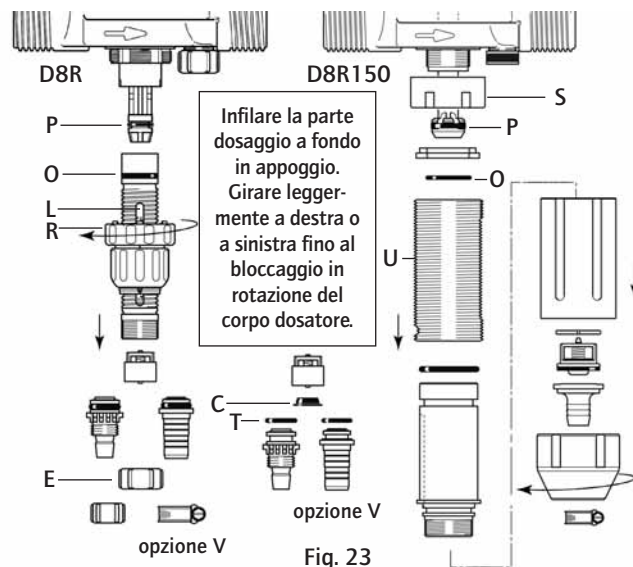

Fig. 23
- Cambiare la guarnizione del corpo dosatore (Fig.23-O) e quella del tuffante (Fig. 23-P).
- Per il D8R, svitare il dado di contegno della valvola di aspirazione (Fig.23-E) stando attento a non perdere gli elementi della valvola, poi cambiare la guarnizione torica (Fig. 23-T) e la guarnizione della valvola (Fig. 23-C).
- Per il D8R150, tenendo il dado (Fig. 23-S), svitare la camicia dosatore (Fig. 23-U) e tirare verso il basso.
- Nota** : La scala di dosaggio (Fig. 23-L) deve essere posizionata di fronte a voi.
- Avvitare l'anello di ritenuta (Fig. 23-R) fino al bloccaggio.